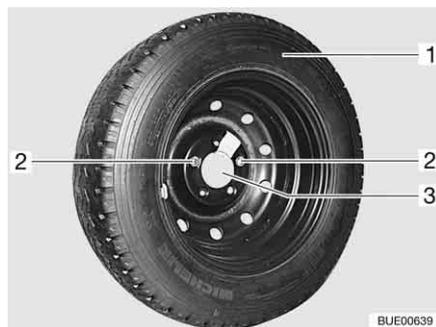

Fig. 281 Soporte para rueda de repuesto en el garaje trasero
- Aflojar los dos tornillos de fijación (Fig. 281,2) con las herramientas de a bordo y extraerlos.
- Retirar la rueda de repuesto (Fig. 281,1) del soporte (Fig. 281,3).